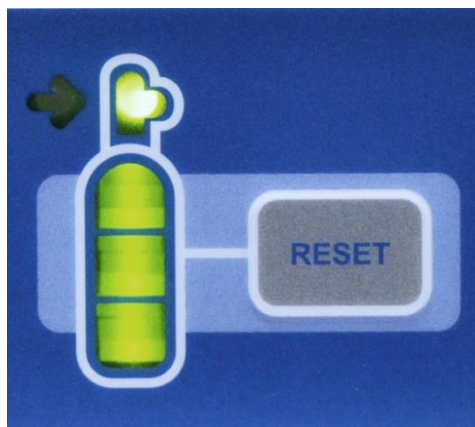

Figura 11: Botão RESET do medidor de gás de N₂O
- Encontre o visor do cilindro de gás na frente do cryoICE BOX e observe o botão RESET à direita deste visor. Consulte a Figura 11.